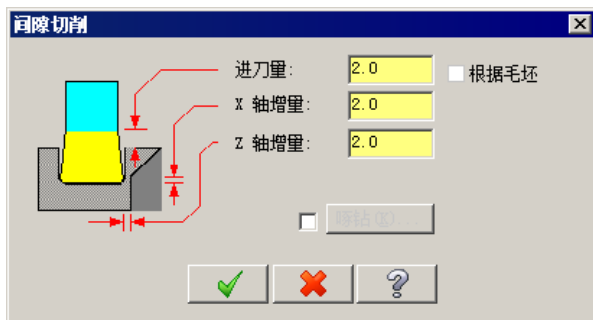

图 8.6.6 “间隙切削”对话框
- ☒ **间隙切削(C)...** 按钮：单击此按钮，系统弹出图 8.6.6 所示的“间隙切削”对话框，用户可以通过此对话框设置第一刀下刀的参数。当此按钮前的复选框处于选中状态时可用。